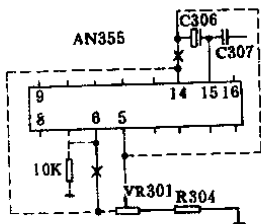

图 1-9
改接方法见图 1-9。切断 AN355⑥脚与 VR_{301} 连线端,从⑥脚另接一只 10K 电阻到地。将⑭脚与电容 C_{306} 之间连接线切断,把⑤脚(即 VR_{301} 中心头)用导线与 C_{306} 正极端相连。将电位器 VR_{301} 原来与⑥脚相接端改接到⑭脚。改